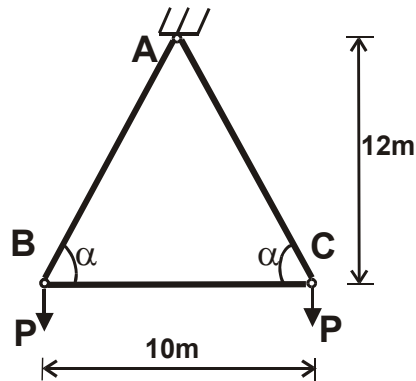

Figure 4
4. The steel bars AB, BC and AC of the frame illustrated in Figure 4 are pin-connected at their ends. Bar AB and AC have the same square cross-section, with dimensions of 40×40 mm. Bar BC has also a square cross-section, with dimensions of 120×120 mm. Calculate the allowable load P that can be applied at B and C. Use factors of safety with respect to buckling and yielding of $n_{cr} = 2$ and $n_y = 3$, respectively. $E = 200$ GPa, $\sigma_y = 360$ MPa (25 points).
4. Les barres en acier AB , BC et AC de la ferme illustrée à la Fig.4, sont attachées avec des rotules à leurs extrémités. Les barres AB et AC ont la même section carrée avec des dimensions de 40×40 mm. La barre BC a aussi une section carrée avec des dimensions de 120×120 mm. Calculez la charge permise P qu'on peut appliquer à B et C. Utilisez les facteurs de sécurité $n_{cr} = 2$ pour le flambement et $n_y = 3$ pour l'écoulement. $E = 200$ GPa, $\sigma_y = 360$ MPa (25 points).